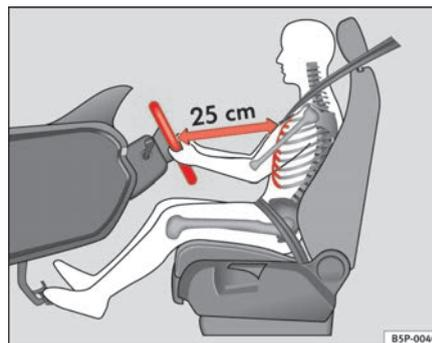

Fig. 136 Position de conduite correcte
- Réglez le volant jusqu'à ce que vous obteniez la position souhaitée ⇒ fig. 136.
- Réglez le siège du conducteur ou le volant de sorte que la distance entre celui-ci et votre thorax soit au moins de 25 cm → page 175, fig. 136. Si vous ne respectez pas cette distance minimale, le système d'airbags est dans l'incapacité de vous protéger – danger de mort !